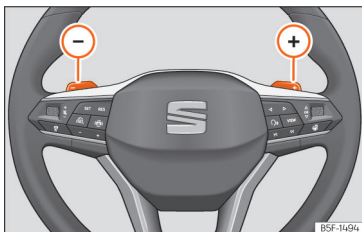

Fig. 125 Volanul: manete pentru cutia de viteze automată
- Apăsăți padele de cuplare trepte **+** pentru a trece într-o treaptă superioară »» **fig. 125**.